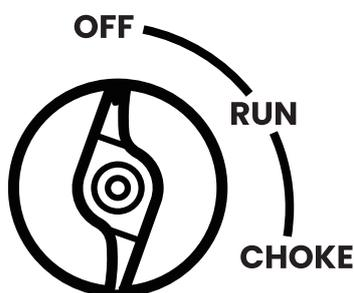

Figura 9: Portare l'interruttore di controllo del motore in posizione OFF
3. Posizionare l'interruttore di controllo del motore in posizione OFF (vedere la Figura 9).
In caso di emergenza e se l'inverter deve essere spento rapidamente, posizionare immediatamente l'interruttore di controllo del motore in posizione OFF (vedere la Figura 9).